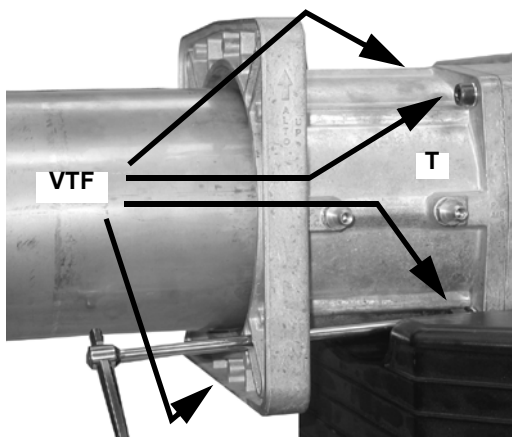

Fig. 8
- 2 Smontare il tronchetto flangiato **T** rimuovendo le 4 viti a brugola **VTF** (Fig. 8).